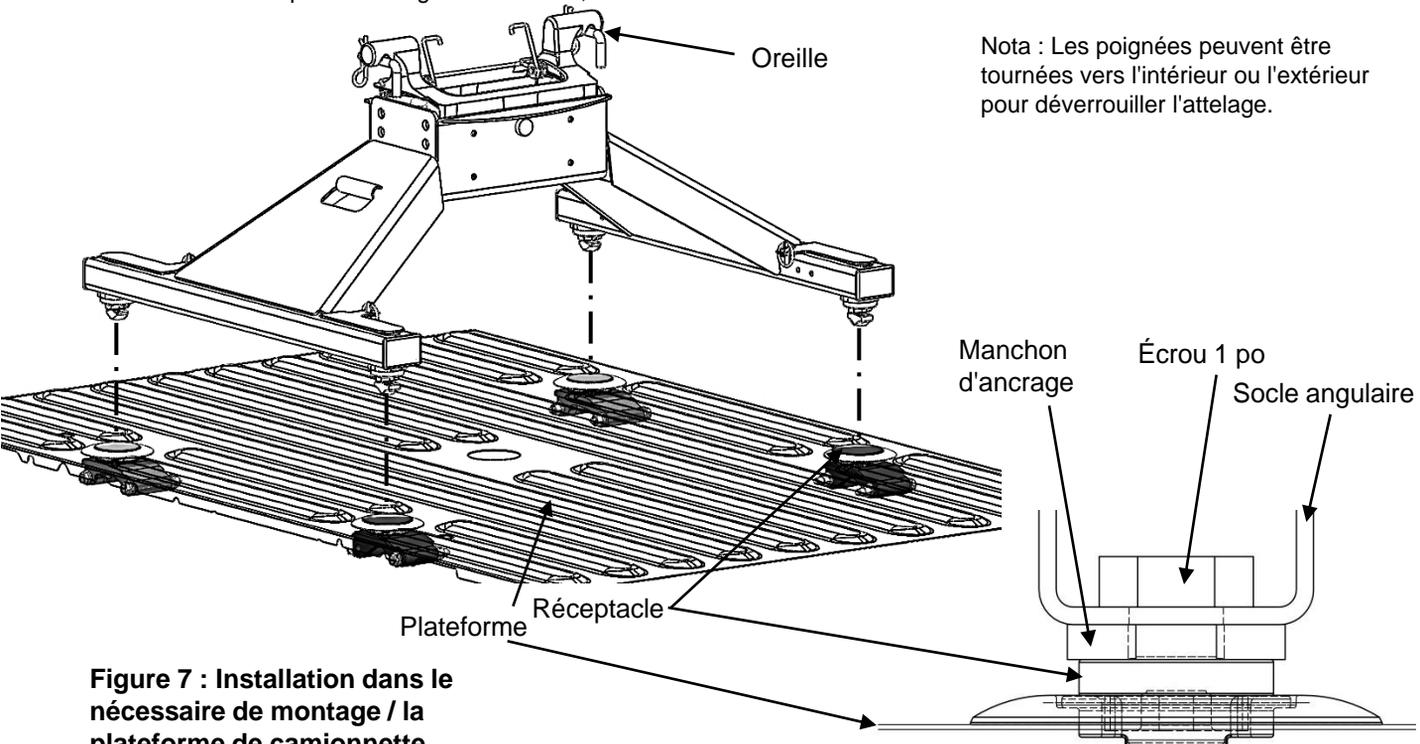

Figure 7 : Installation dans le nécessaire de montage / la plateforme de camionnette
3. Placez l'assemblage dans les réceptacles de montage qui sont installés dans la camionnette (voir les instructions de l'ensemble de montage à la Figure 7). S'assurer Manchon d'ancrage touchent à tous les réceptacles, tiges en T insérées dans les fentes des réceptacles. Les leviers d'ancrage doivent être en position déverrouillée (tournées vers l'intérieur ou l'extérieur) pour que l'attelage puisse s'insérer dans les réceptacles. Pour obtenir un positionnement adéquat, les manchons d'ancrage peuvent nécessiter un ajustement en desserrant l'écrou 1 po.
- B. Si les manchons d'ancrage ont nécessité un ajustement, serrer tous les écrous 1 po (4) à l'intérieur des socles angulaires à l'aide de la clé fournie dans l'ensemble (No 116596). Serrez chaque écrou frein d'un 1/4 de tour additionnel pour obtenir le couple de serrage requis. Les tiges en T doivent être correctement serrés de façon que l'assemblage des manchons d'ancrage ne présentent aucun jeu vertical. User de prudence lors du serrage des écrous et des boulons – l'ensemble n'est pas définitivement fixé et pourrait bouger ou basculer, causant ainsi des blessures sévères.